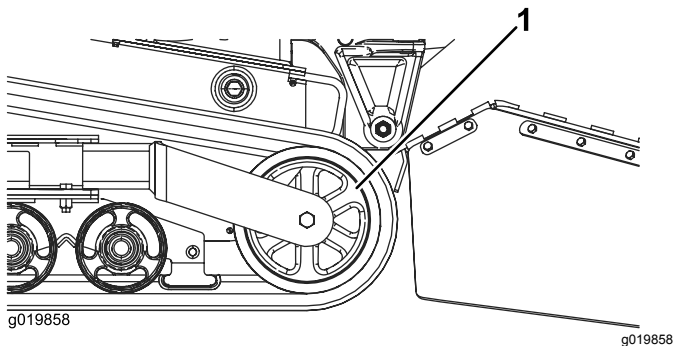

Figure 49
5. Poussez la roue de tension vers l'arrière aussi loin que possible (Figure 49).
7. Lorsque la chenille est déchaussée, déposez-la de la machine (Figure 49).